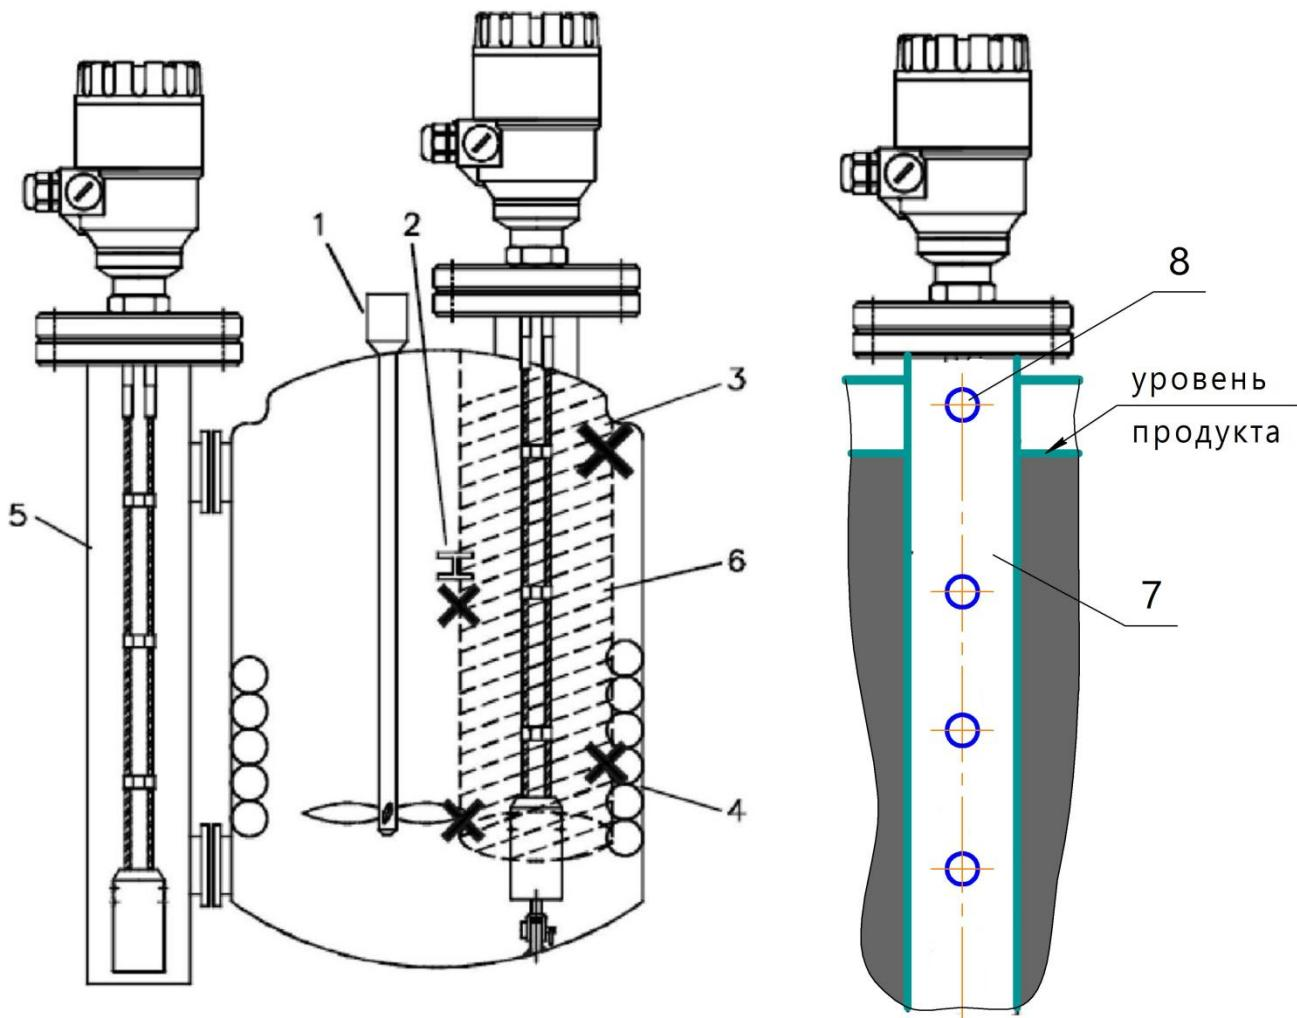

Рисунок 26 – Правила установки в выносных колонках и успокоительных трубах.
2.3.10 Вокруг чувствительного элемента создается электромагнитное поле, никакие посторонние предметы не должны попадать в зону излучения (см. рисунок 26). Иначе уровнемер будет воспринимать отраженные от них сигналы как сигналы, отраженные от продукта. Размеры и форма распространения электромагнитного поля для каждого исполнения приведены в таблице 18 и рисунке 27. Если в ёмкости находится много различных объектов, устанавливайте прибор на выносную колонку или в успокоительную трубу (см. рисунок 26).